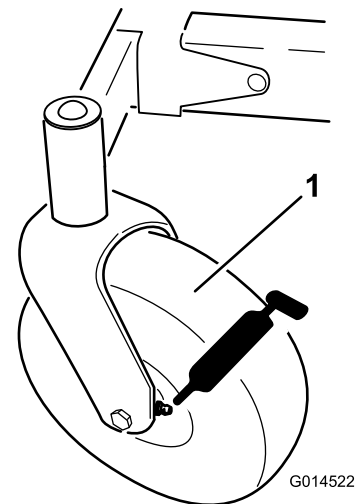
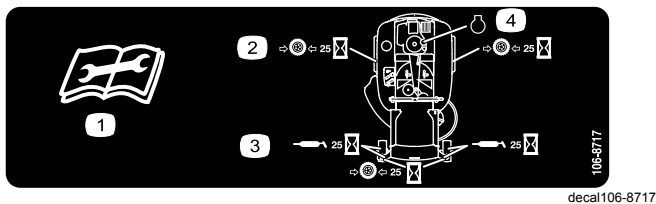

Figura 25
Figura 26
3. Limpie con un trapo los puntos de engrase (Figura 25 y Figura 26).
4. Conecte una pistola de engrasar a cada punto de engrase (Figura 25 y Figura 26).